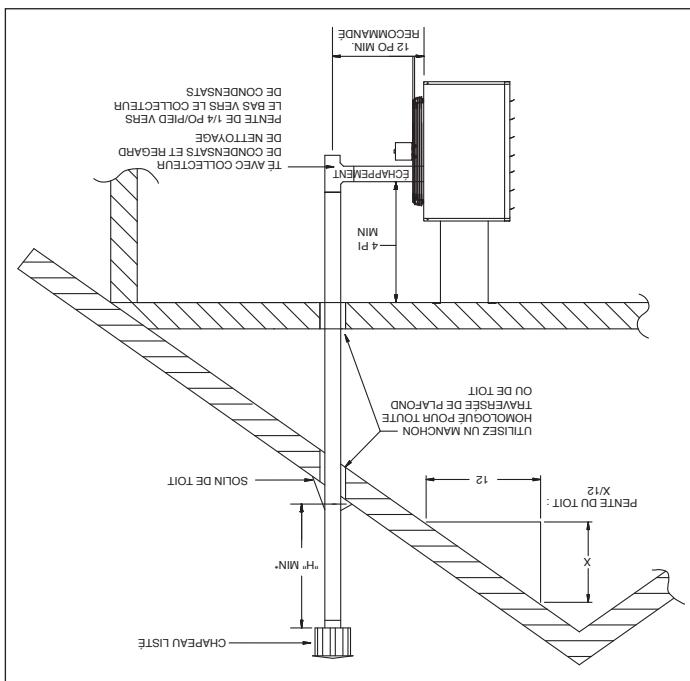

Figure 8.1 - Système de ventilation verticale de catégorie I
• Pour des conduits d'évacuation à double paroi à une distanciation horizontale de moins de 8 pi de tout mur vertical ou obstacle similaire, le conduit doit se terminer à au moins 2 pi au-dessus du point le plus haut de sa partie horizontale du bâtiment dans un rayon de 10 pi. Voir la figure 8.1.
• Pour des conduits d'évacuation à double paroi à une totale conformément à la figure 8.1 et au tableau 8.1.
- Conduite verticale débouchant horizontalement (vers le haut) (exemple à la figure 8.1).
Boucheon de nettoyage, comme illustré à la figure 8.1.